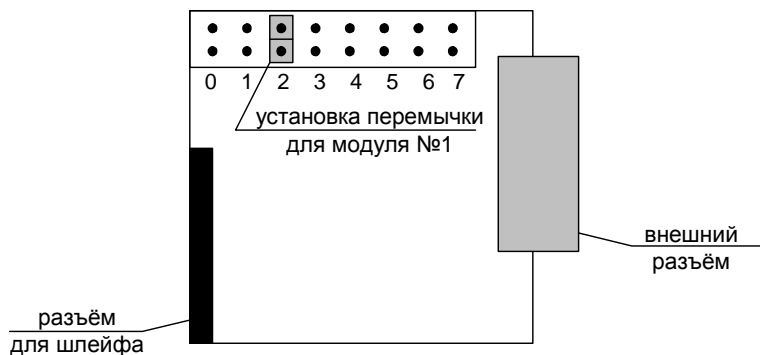

Рис. 4.1 Установка адресной перемычки для модуля ввода/вывода.
- вынуть неисправный модуль и провести ремонт вышедшего канала, либо заменить модуль на исправный, при этом необходимо правильно установить перемычку внутреннего адреса модуля (см. рис.4.1);